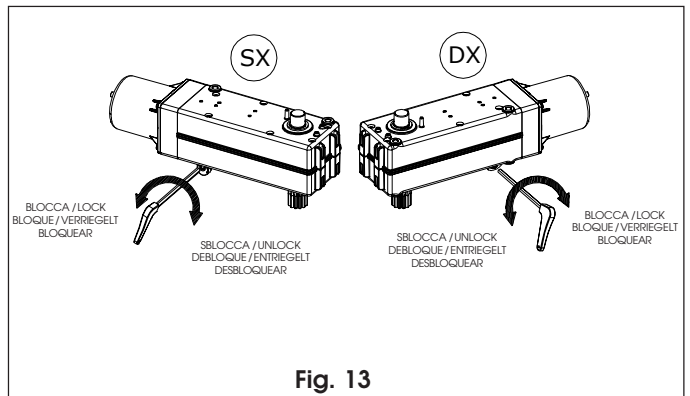

Fig. 13
- Inserire la chiave a brugola in dotazione e ruotare di circa mezzo giro fino all'arresto nel senso indicato in fig. 13 in relazione al tipo di montaggio.
- Fit the supplied Allen wrench and turn it by about a half turn until it stops, in the direction shown in Fig. 13, depending on type of installation.